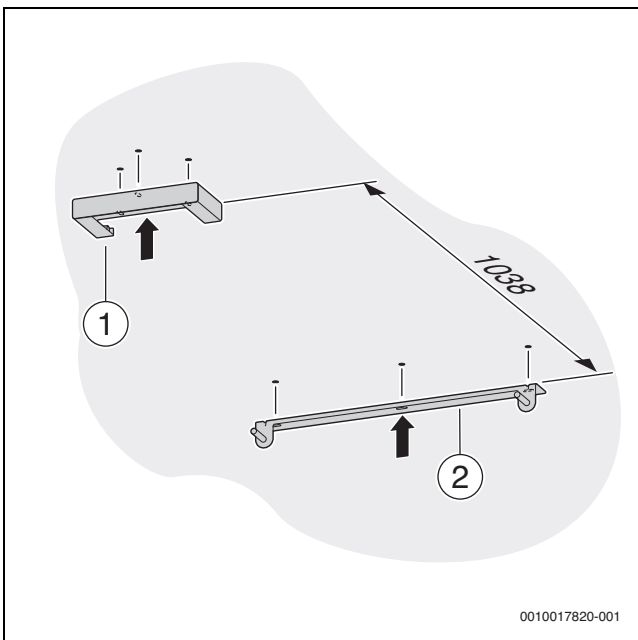

Bild 14 Aufhängeelement und -schiene montieren
- Abstand zwischen Aufhängeelement und Aufhängeschiene prüfen (1038 mm von Unterkante Aufhängeelement bis Oberkante Aufhängeschiene → Bild 14).